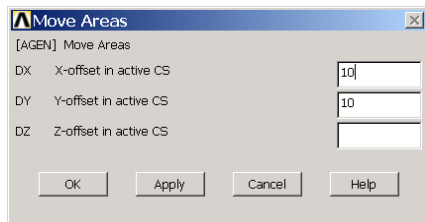

图3.78 面移动增量设置
(2) 单击 Main Menu>Preprocessor>Modeling>Move / Modify>Areas>Areas 菜单，弹出图形拾取对话框，在视图窗口中选择上一步中生成的圆面，单击【OK】按钮，接着弹出如图 3.78 所示的对话框。